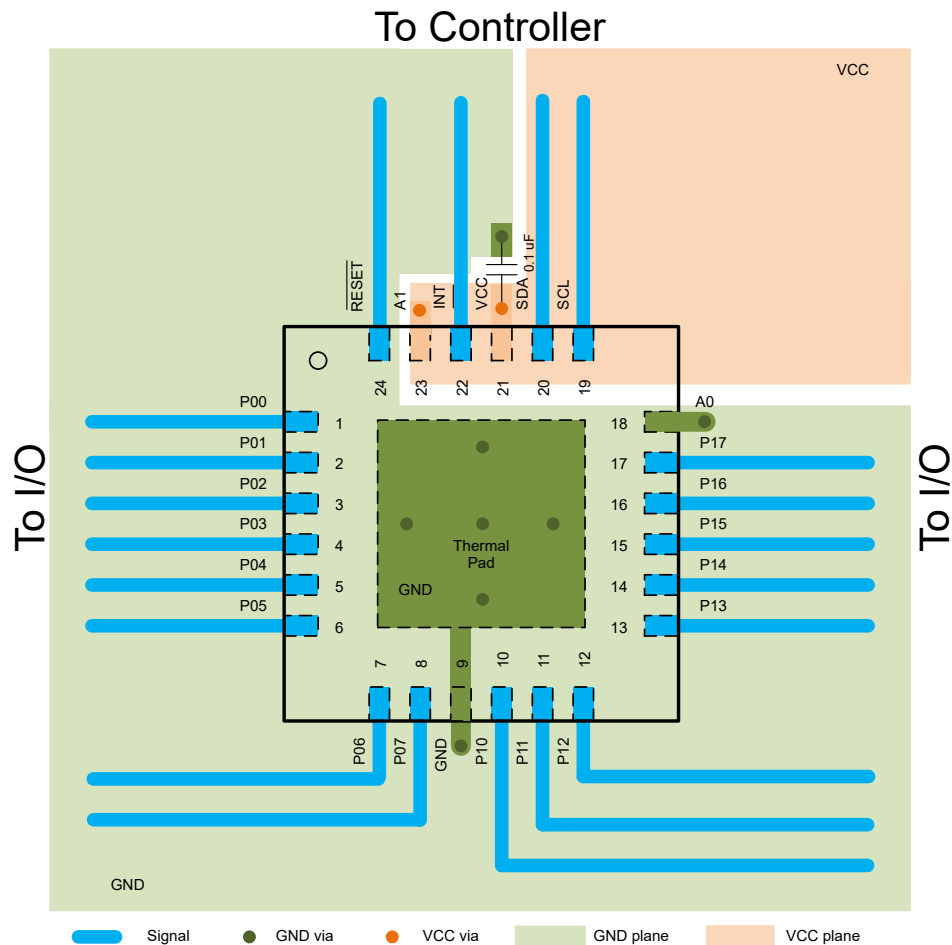

図 8-9. TCAL6416 のレイアウト
すべての PCB レイアウトにおいて、信号トレースを直角に曲げないこと、集積回路 (IC) の近傍を離れる際に信号トレースが互いに離れていくように配置すること、電源とグランドに代表される大電流トレースがより多くの電流を流せるように、トレース幅を太くすることを推奨します。バイパスおよびデカップリング コンデンサは、電源ピンの電圧を制御するためによく使用されます。より大きなコンデンサを使用すると、短時間の電源グリッチが発生した際に追加の電力を供給できます。また、より小さなコンデンサを使用すると、高い周波数のリップルを除去できます。これらのコンデンサは、できる限り TCAL6416 の近くに配置してください。図 8-9 に、これらのベスト プラクティスを示します。
図 8-9 に示すレイアウト例では、信号配線に最上層を使用し、電源とグランド (GND) に分割プレーンとして最下層を使用することで、2 層のみの PCB を製造することができます。ただし、信号配線密度の高い基板では、4 層基板が推奨されます。一般的に 4 層 PCB では、信号を最上層と最下層に配線し、内部の 1 層をグランド プレーン専用にして、もう 1 つの内部層を電源プレーン専用にします。電源とグランドにプレーンまたは分割プレーンを使用する基板レイアウトの場合は、電源または GND に接続する必要がある表面実装部品パッドのすぐ隣にビアを配置し、ビアを内部層または基板の反対側に電気的に接続します。ビアは、信号パターンを基板の反対側に配線する必要がある場合にも使用されますが、この方法は図 8-9 には示されていません。